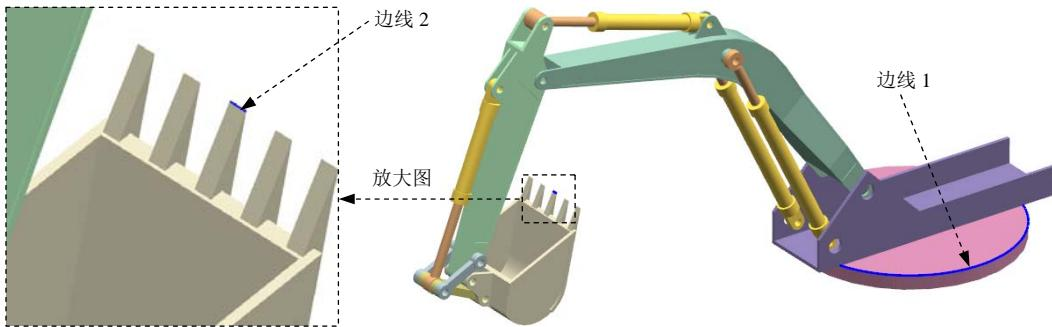

图 10.8.37 定义标记
(1) 定义标记 1。选择下拉菜单 **插入 (I)** → **标记 (M)...** 命令，系统弹出“标记”对话框；在系统 **选择连杆来定义标记位置** 的提示下，选取图 10.8.37 所示的边线 1 为参考，系统自
(2) 定义标记 2。参考步骤(1)，选取图 10.8.37 所示的边线 2 为参考，定义标记 2。